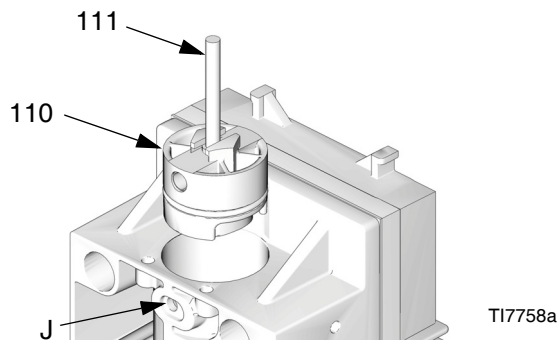

FIG. 10. Ta ut stempelklinkene
3. Se FIG. 10. Ta holdepinnene (111) ut av hullene sine (J). Snu pinnene opp ned og skyv hodene inn i åpningene på stempelklinkene (110). Bruk pinnene til å trekke ut stempelklinkene.